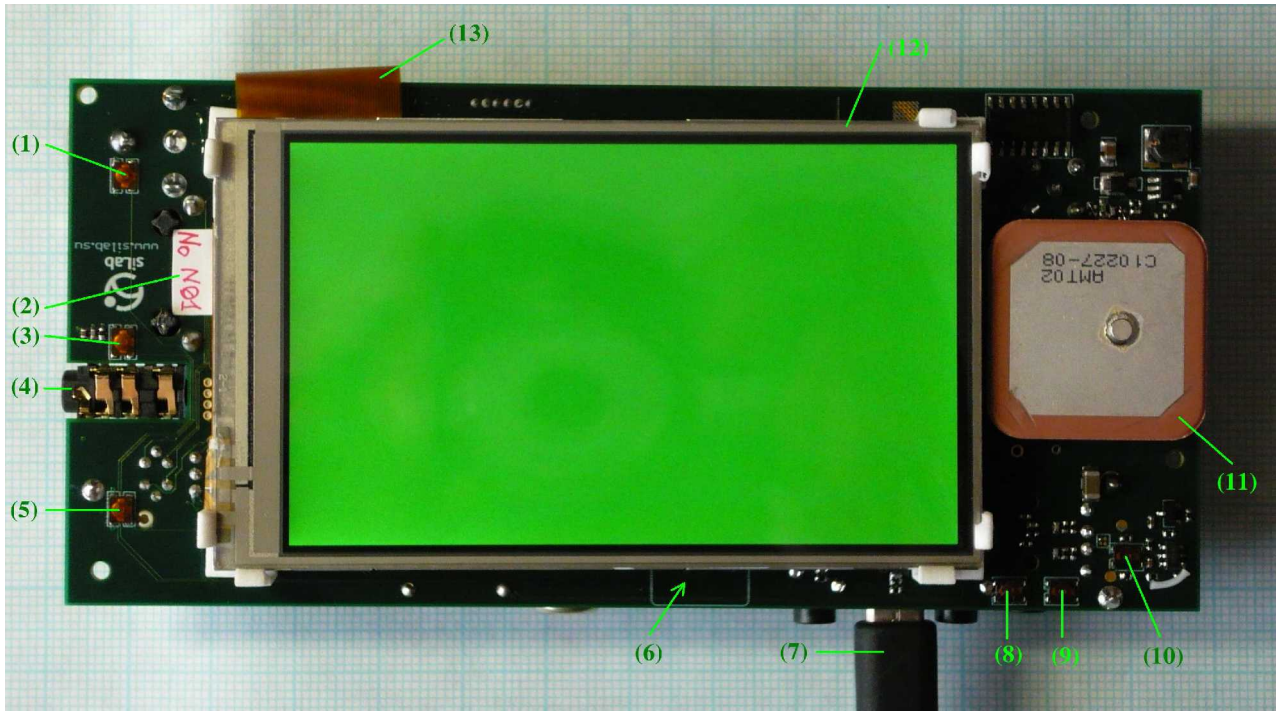

Рис. 1. Вид модуля сверху (со стороны дисплея).
6.1.3. Включить питание модуля, нажав и отпустив кнопку управления питанием (10) на рис. 1 при помощи тонкого, но не острого предмета, например, при помощи стилуса, предназначенного для работы с сенсорным экраном.